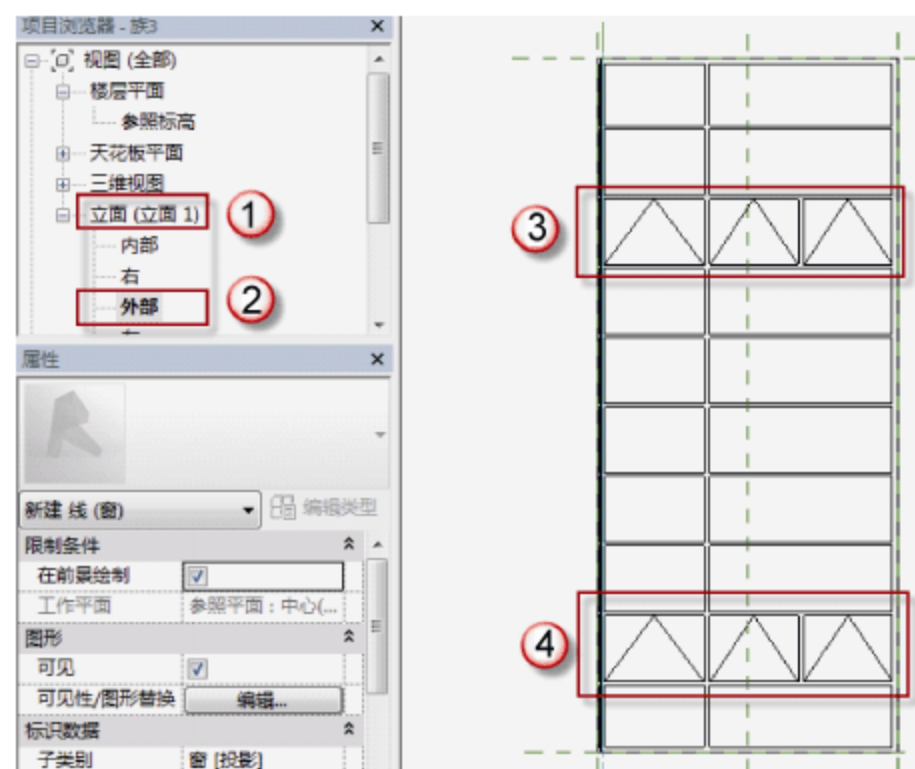

图 7.2.23 绘制 MQ6596 的立面打开方向
(21) 绘制 MQ6596 的立面打开方向。选择“项目浏览器”中的“立面（立面 1）”→“外部”选项，进入幕墙的外部立面视图。选择“注释”→“符号线”命令，将“子类别”改为“窗[投影]”，绘制如图 7.2.23 所示幕墙的“打开方向”符号线。